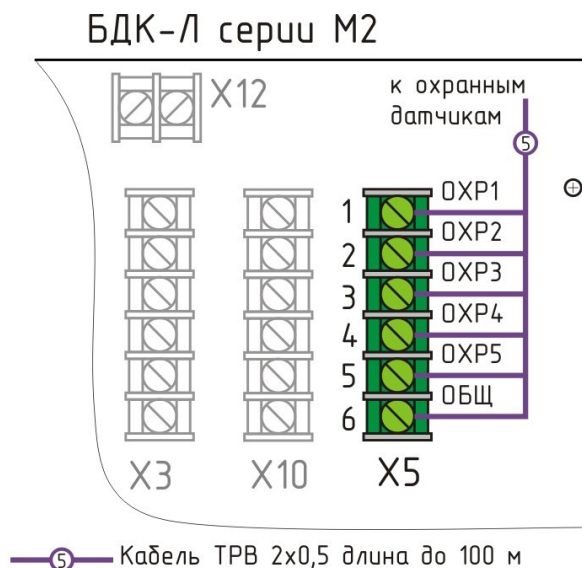

Рисунок 3 - Подключение кабеля охранных датчиков
1) Установить охранные датчики - магнитоуправляемые контактные извещатели ИО 102-20, состоящие из магнито-управляемого контакта и узла постоянного магнита, по одному на каждый блокируемый элемент (дверь, окно, люк) с внутренней стороны охраняемого помещения открытым способом (рисунок 3). Крепление извещателя должно производиться в верхней части блокируемого элемента на расстоянии 200 мм от вертикальной линии раствора. Магнитоуправляемый контакт устанавливается на неподвижной, а узел постоянного магнита — на подвижной части блокируемого элемента. Расстояние и допустимая несоосность между ними должны соответствовать паспорту на извещатель: расстояние замкнутых контактов 30 мм, расстояние разомкнутых контактов 65 мм.